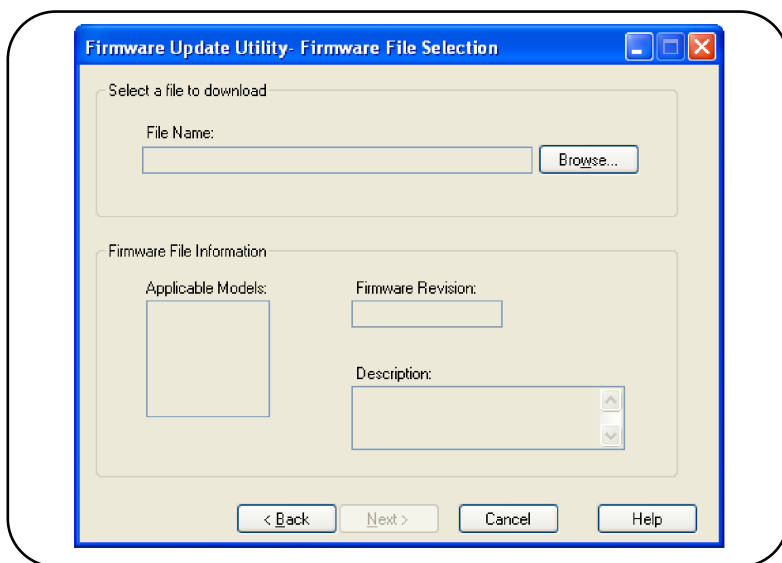

图 2-10. 选择更新文件路径。
2. 按 Next 并使用 Browse 按钮，指定固件文件的路径（图 2-10）。指定之后，仪器型号、版本和仪器说明将显示在“Applicable Models”窗口中。选择 Next。